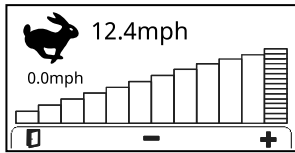

図 28
- 走行速度調整画面 (図 28) ボタンを押すとこの画面にアクセスできます。カッティングユニットが動作位置 () にあるとき、カッティングユニットが移動走行位置 () にあるときの最大速度を調整します。